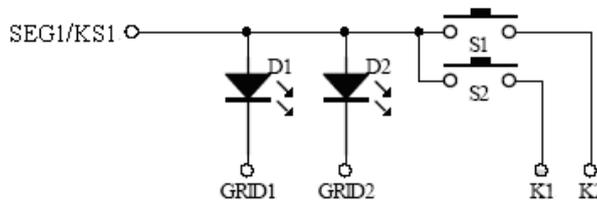

图14
- 1、在硬件上，可以将需要同时按下的键设置在不同的K线上面如图14所示